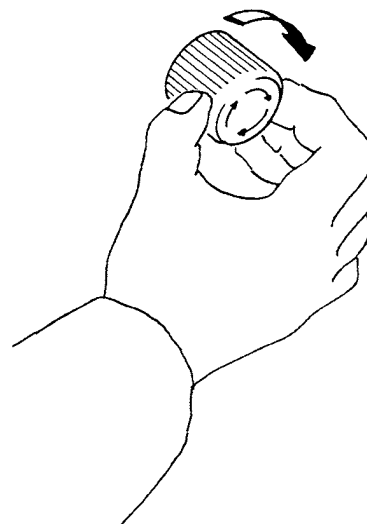

fig. 113
5. Porre il pulsante a fungo rosso di "arresto di emergenza" in consenso di marcia (fig. 113)